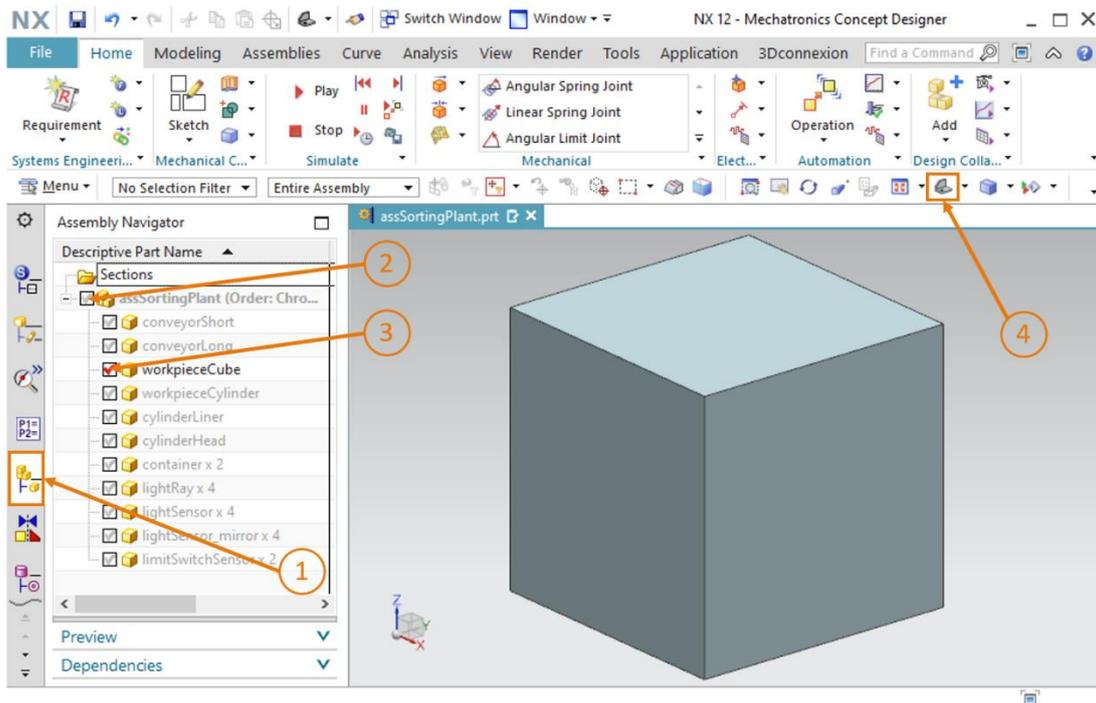

Figura 18: Disattivazione della visualizzazione di tutti i componenti e visualizzazione di un solo componente
**Navigator"** (Navigatore assiemi) dalla barra delle risorse  (vedi Figura 18, step 1). Disattivare la visualizzazione di tutti i modelli nell'area di lavoro facendo clic sul **segno di spunta rosso**  davanti all'assieme "assSortingPlant" (vedi Figura 18, step 2). Davanti a ogni componente compare un segno di spunta grigio  e l'area di lavoro non visualizza più i corpi. Attivare la visualizzazione del pezzo "workpieceCube" facendo clic sul **segno di spunta grigio** del componente singolo (vedi Figura 18, step 3). Il segno di spunta diventa rosso e nell'area di lavoro si vede solo il modello del pezzo selezionato. Passare alla vista trimetrica dove si può vedere il corpo nella sua interezza, come illustrato nella Figura 18, step 4.